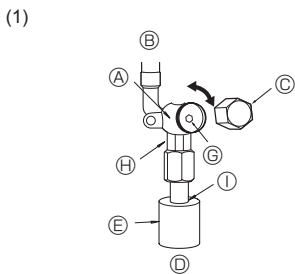
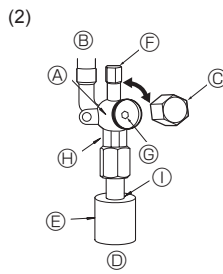

Fig. 4-5
Fig. 4-6
(1) Сторона с газом P100-P140 (Fig. 4-5)
- ① Снимите колпачок и поверните шток золотника против часовой стрелки до упора, используя для этой цели 5 мм шестигранный гаечный ключ. Прекратите поворачивать шток в момент, когда тот достигнет стопора. (ø15,88: Приблизительно 13 оборотов)
- ② Убедитесь в том, что запорный кран полностью открыт, и поверните колпачок в первоначальное положение.
(2) Сторона с жидкостью P100-P140 (Fig. 4-6)
- ① Снимите колпачок и поверните шток золотника против часовой стрелки до упора, используя для этой цели 4 мм шестигранный гаечный ключ. Прекратите поворачивать шток в момент, когда тот достигнет стопора. (ø9,52: Приблизительно 10 оборотов)